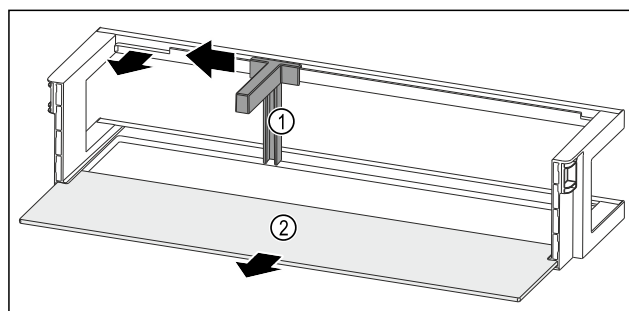

Fig. 226 Türabsteller mit Flaschenhalter und Abstellfläche
- Flaschenhalter Fig. 226 (1) bis zur Aussparung zur Seite schieben.
- Flaschenhalter Fig. 226 (1) entnehmen.
- Abstellfläche Fig. 226 (2) entnehmen.